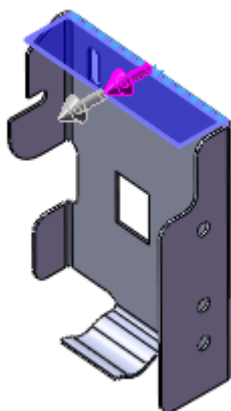
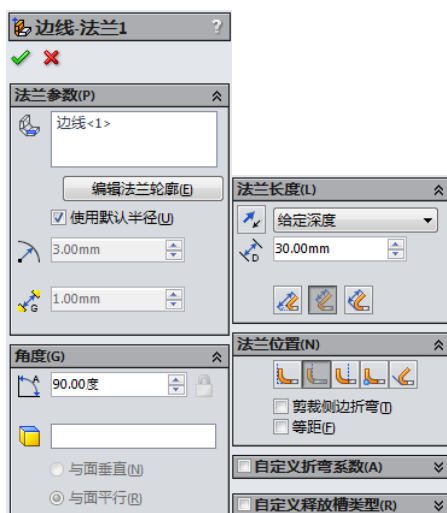

图 10-92 选择生成边线法兰的边
图 10-93 设置边线法兰参数
①单击“钣金”工具栏中的“边线法兰”按钮，或执行“插入”→“钣金”→“边线法兰”菜单命令，在弹出的“边线法兰”属性管理器中，单击鼠标拾取如图 10-92 所示的钣金件边线，键入法兰长度数值 30，其他设置如图 10-93 所示，单击“确定”按钮.